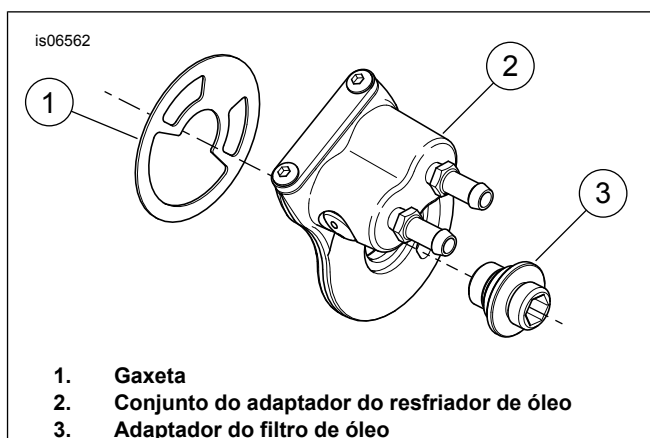

Figura 3. Instalação do conjunto do adaptador do resfriador de óleo
3. Veja Figura 3. Instale o adaptador do resfriador de óleo (2) com a gaxeta (1) e o adaptador do filtro de óleo (3). Aperte o adaptador filtro de óleo a 16,3–21,7 N·m (12–16 ft-lbs).